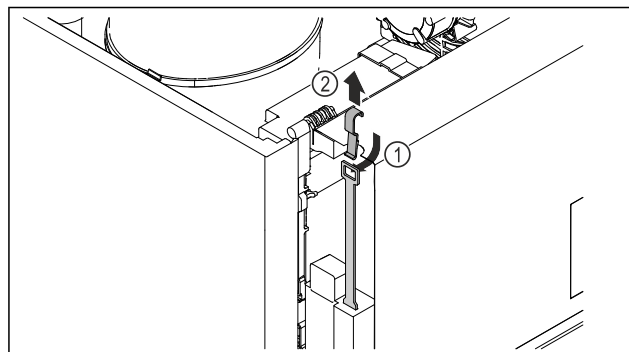

Fig. 209
- Wsunąć klucz odblokowania awaryjnego od góry Fig. 209 (1), aby zacześć zamek i pociągnąć do góry Fig. 209 (2).